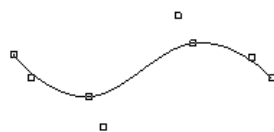

图 3.2.20 开放的（显示通过点和控制点）
- ◆ 选取 **Open End with Fit and Control Points** 选项，则此时的样条如图 3.2.20 所示。